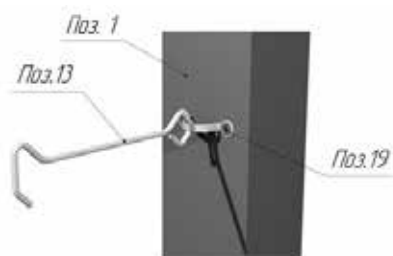

Рисунок 8 – Установка крючка ветрового
8. Установить последовательно на каждую форточку и дверь **Поз.1** крючки ветровые **Поз.13** с помощью саморезов потайных оцинкованных Ø3.9х19 **Поз.19** (рис.8).